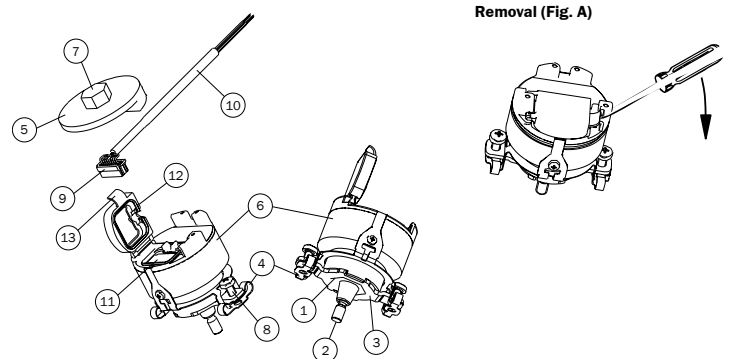

Figure 5: Assembly figure for SKS36S/SKM36S tapered shaft
4.2 Montaje del sistema motor feedback con árbol cónico y apoyo de chapa elástica (Fig. 5)
- ▶ El hexágono (1) del árbol transmisor (2) debe enclavarse en la escotadura de la placa de fijación (3) del apoyo de par de giro (4). Coloque la herramienta de montaje (5) en la parte posterior del transmisor y enclave los entallamientos de la carcasa del transmisor (6). Atornille el transmisor en el árbol de accionamiento mediante el hexágono (7) que se encuentra en la herramienta de montaje (5). Los tornillos (8) no deben engancharse en los taladros de fijación del motor. **Par de apriete: 4 Nm + 0,8 Nm.**